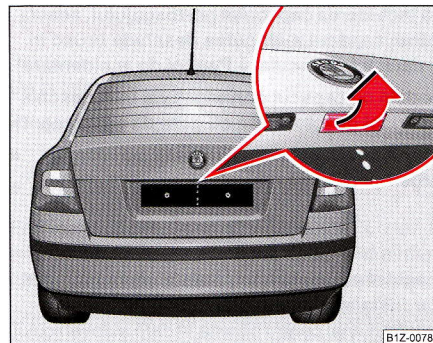

Fig. 30 Clapeta capacului portbagajului
Prin încuiere și descuiere, datorită închiderii centralizate **toate** ușile și clapeta rezervorului* se încuie și se descuie în același timp. Capacul portbagajului se va încuia la închidere. El se poate deschide apăsând pe mânerul de deasupra numărului de înmatriculare ⇒ **pagina 49, fig. 30**.
- Apăsați asupra profilului de prindere ⇒ fig. 30 și ridicați simultan capacul portbagajului.